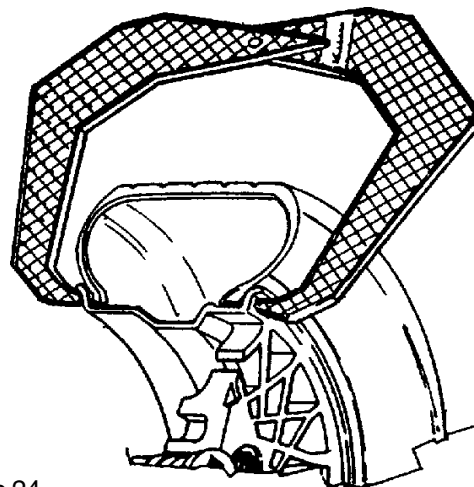

Figure 24
**4.5.3 Mesurer la largeur de la jante** en utilisant des étriers de largeur jante. Mesurer la roue à l'endroit où le poids correctif serait appliqué, Figure 24. Entrer la largeur mesurée en appuyant sur le bouton flèche **Haut** ou **Bas** jusqu'à ce que la valeur souhaitée apparaisse dans l'afficheur central.